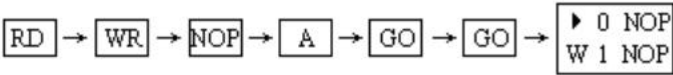

图 1 PLC 清零方法
3. 写入程序前，需对 PLC “RAM”全部清零，当液晶显示屏上显示全是“NOP”时，即可输入程序。清零方法如图 1 所示。